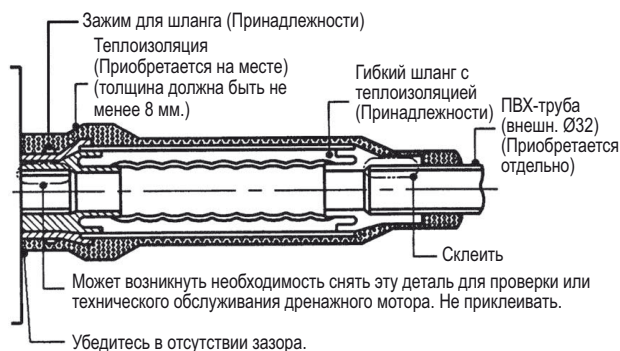

Рис.3-8
- Затяните фиксаторы шланга таким образом, чтобы их стопорные гайки были расположены вверх. (Рис. 3-8)